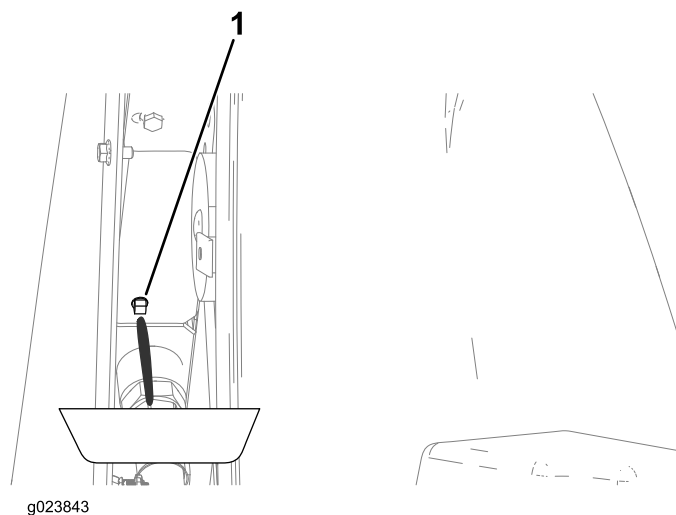

Рисунок 108
4. Подставьте под сливную пробку сливной поддон (Рисунок 108).
7. Закройте пробку сливного отверстия (Рисунок 108).
- C. Закройте пробку сливного отверстия (Рисунок 108).
Н. Закройте пробку сливного отверстия (Рисунок 108).